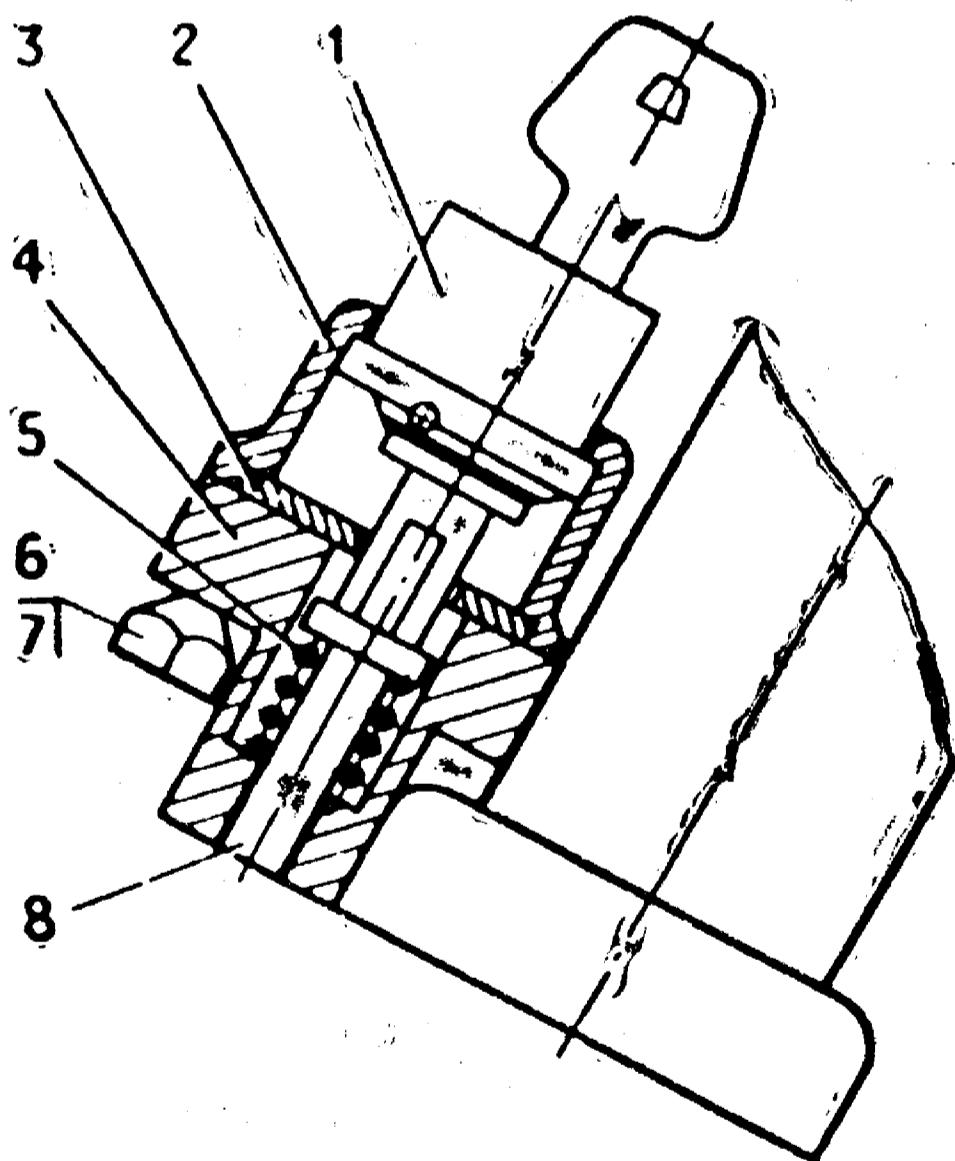

Рис. 3. Противоугонный замок:
- установить противоугонный замок на рулевую колонку (рис. 3) в следующем порядке: